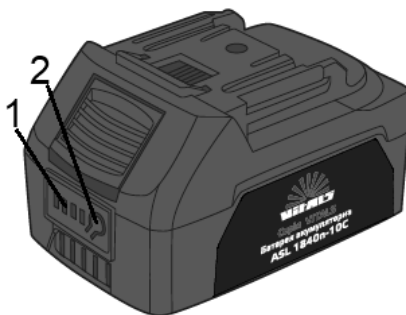

Рисунок 9. Схема перевірки рівня заряду акумуляторної батареї.
1. Натиснути та притримати кнопку акумулятора (2, рис. 9). Залежно від стану заряду батареї почнуть світитися відповідні індикатори (1, рис. 9).